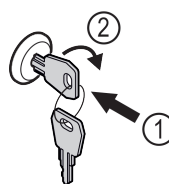

Fig. 142 Ilustrační zobrazení
- Klíč zasuněte dovnitř Fig. 142 (1).
- Otáčejte klíčem o 90° ve směru hodinových ručiček Fig. 142 (2).